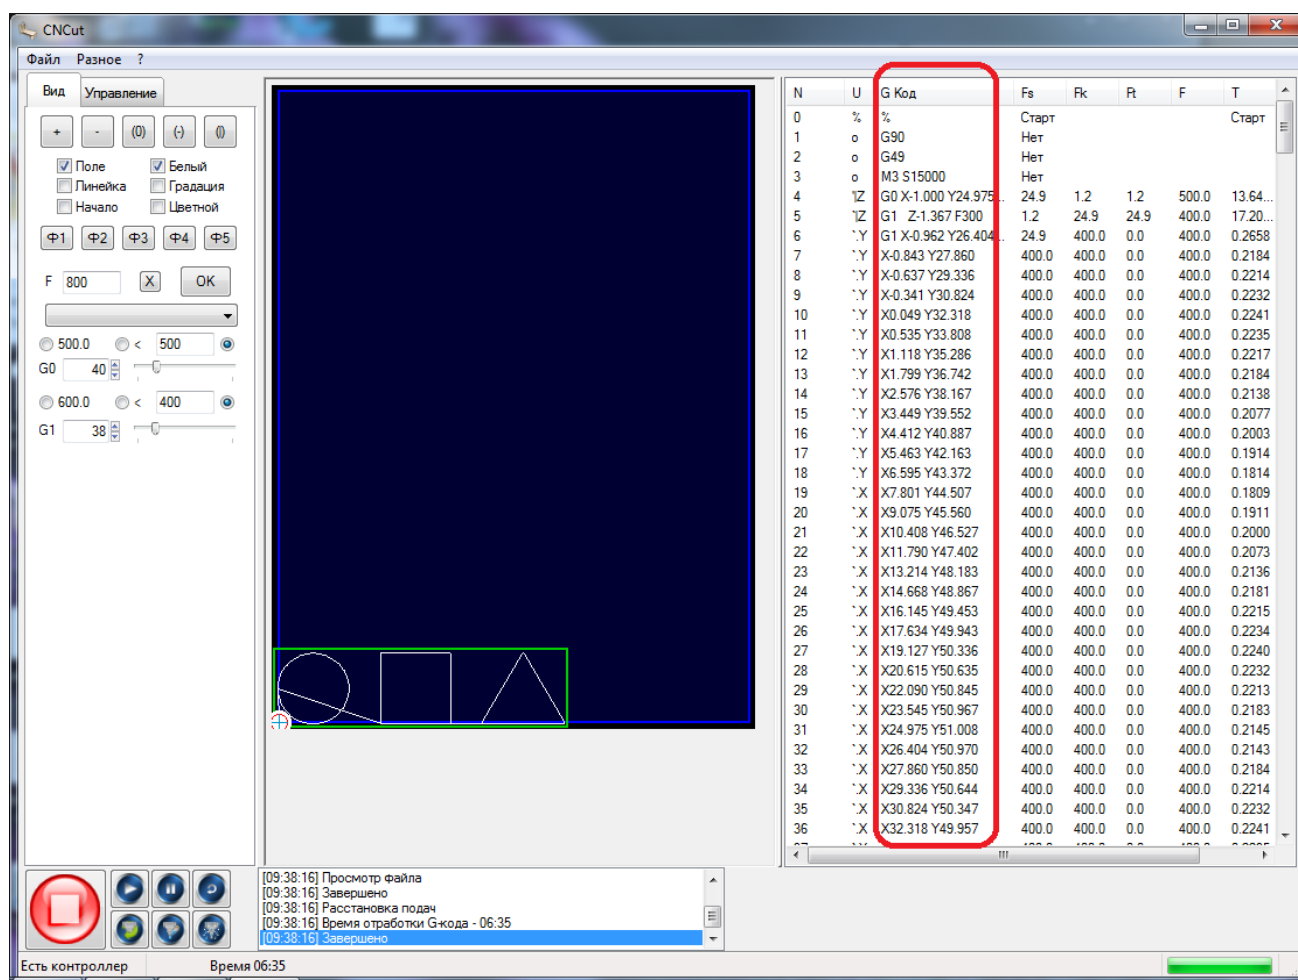

Рисунок 64. Столбец «G- код»
3. Столбец «G- код»- отображает G-код(текст, «x» и «y» координаты), рисунок 64